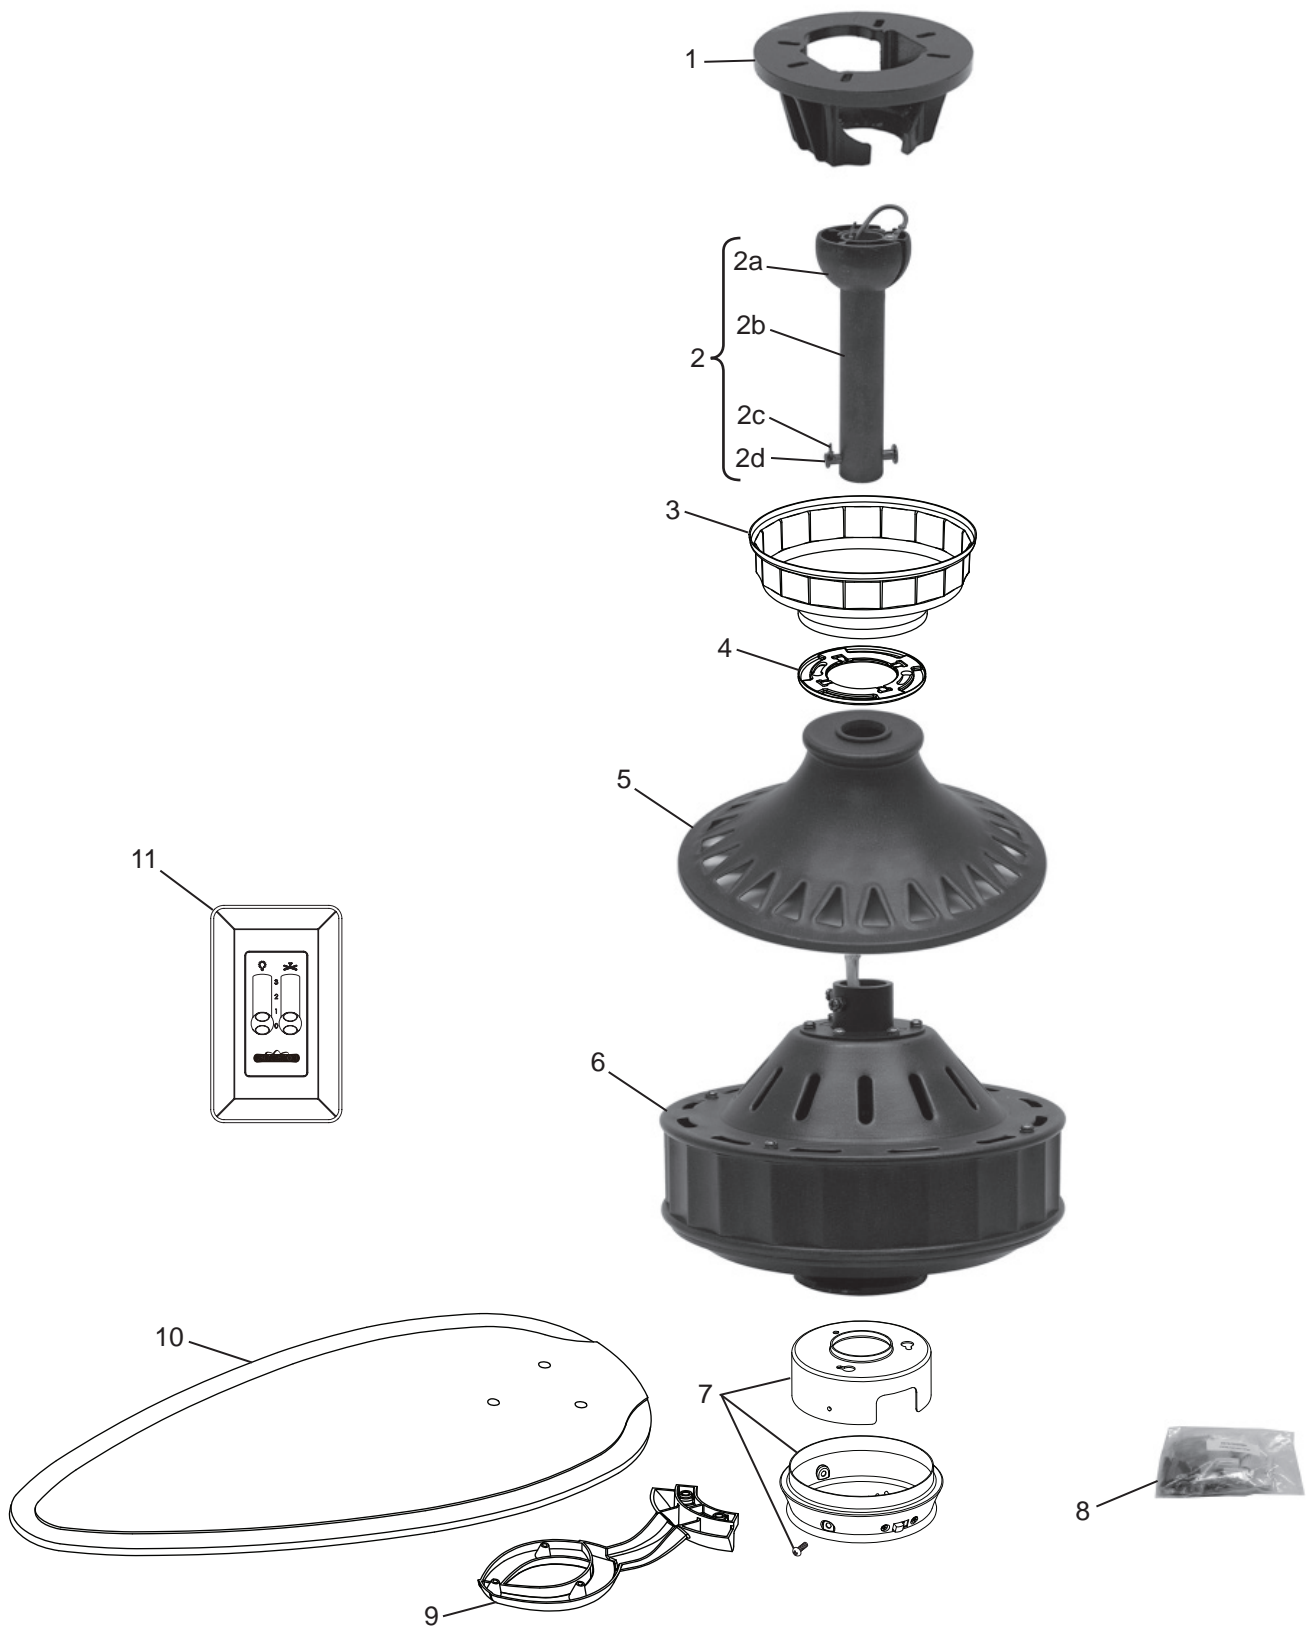

Figura 1
1. Extraiga y deseche los “topes” del motor (de goma) extrayendo los cuatro tornillos. (Figura 1)